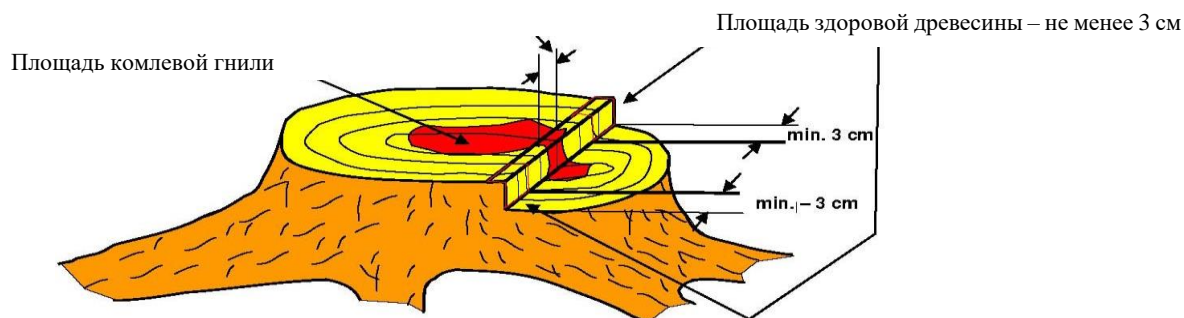

Рис. 19. Допустимое поражение дерева комлевой гнилью
Что касается комлевой гнили, то дерево должно отвечать следующим показателям (рис. 19):
- общая площадь гнили составляет не более 1/3 от площади недопила (рис. 19).